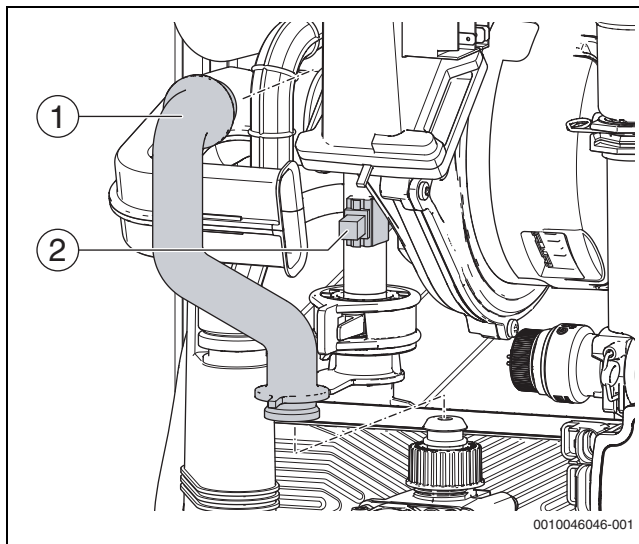

Fig. 109 Înlocuirea NTC de pe țeava de tur
- ▶ Așezați noul NTC pe suprafața plană a țevii de tur (lângă intrarea schimbătorului de căldură) (→ Fig. 109) (Pozitia → Capitolul 11.11, pagina 26).